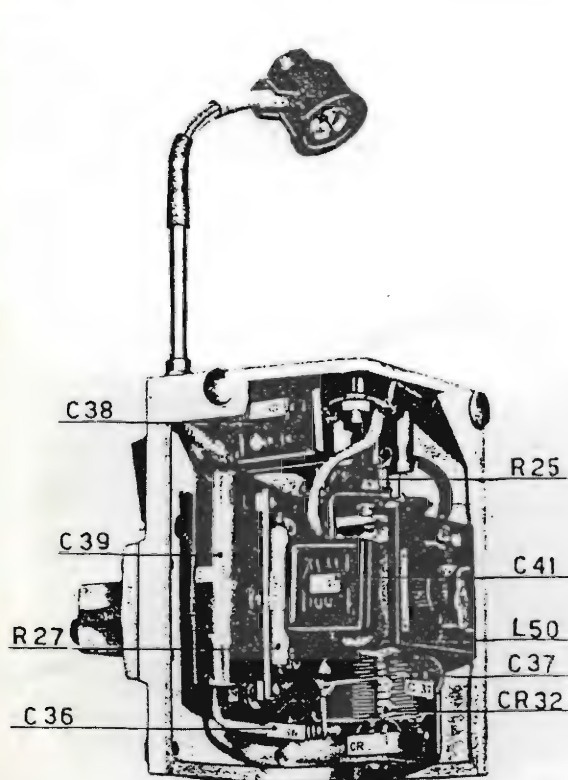

figura 7 - Blocco oscillatore di nota aperto e chiuso
tura agendo sui compensatori per le frequenze più elevate (2) di ogni gamma e sulle bobine di induttanza per le frequenze più basse (figura 7).